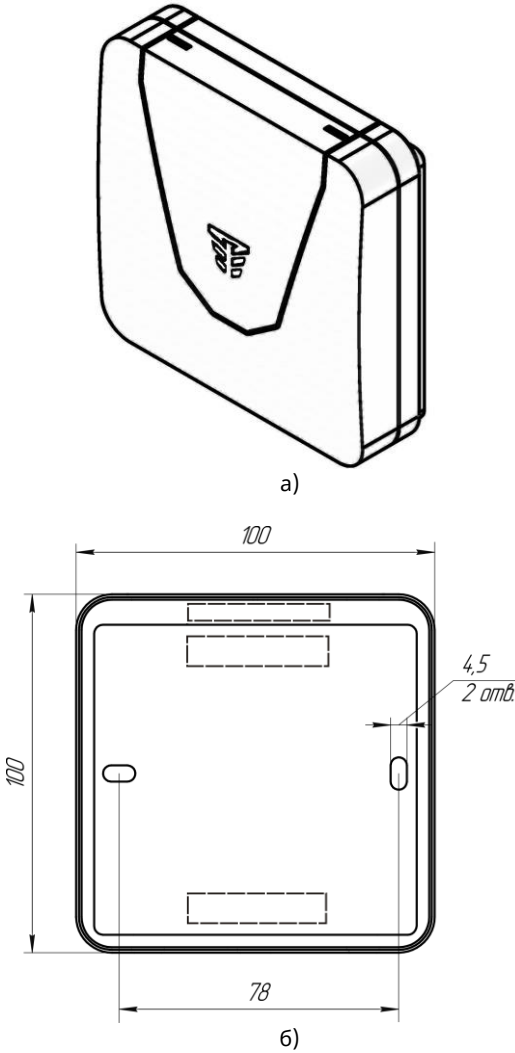

Рисунок 2.1 – Зовнішній вигляд (а) та установочні розміри (б) пристрою
2.7 Зовнішній вигляд пристрою наведено на Рис. 2.1 а).
Конструкція пристрою забезпечує його настінне розміщення. На основі корпусу є два отвори для шурупів, що фіксують пристрій на стіні (Рис. 2.1 б).